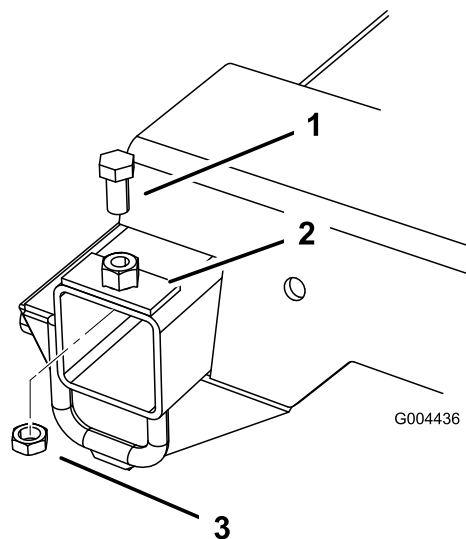

Figura 4
3. Posizionate la piastra sul foro praticato nel telaio e fissatela in posizione con il bullone (1/2 x 1 pollici) e il controdado (1/2 pollici); consultate la Figura 4.